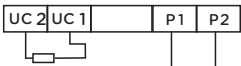

图4 欠压脱扣器接线图
□ 当电源电压下降到欠电压脱扣器额定工作电压的70%-35%范围之内，欠电压脱扣器能可靠地分断断路器；当电源电压低于欠电压脱扣器额定工作电压的35%时，欠电压脱扣器能防止断路器闭合；当电源电压高于欠电压脱扣器额定工作电压的85%时，欠电压脱扣器能保证断路器可靠闭合。见接线图4。